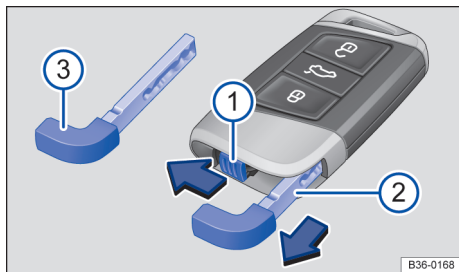

Fig. 52 Chave do veículo: destravamento da chave de emergência.
Legenda para Fig. 52:
- ① deslizar a trava na direção da seta.
- ② Retirar a chave de emergência no sentido da seta.
- ③ Chave de emergência.
Na chave do veículo se encontra uma chave de emergência → Fig. 52 ③ para destravamento e travamento manual do veículo.